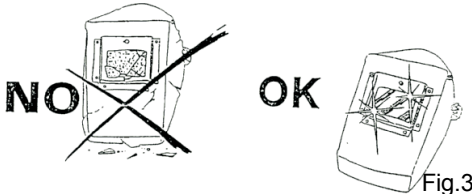

Fig.3
• É preciso manter sempre limpos os vidros de proteção e substituí-los quando estão quebrados (Fig. 3). Aconselha-se instalar um vidro transparente entre o vidro inactivo e a área de solda. Tal vidro deve ser substituído com frequência, quando jatos e estilhaços reduzirem a visibilidade.